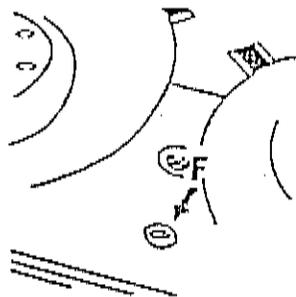

Bild 13
Mähbalken (Bild 13 und 14)
Die Öleinfüllschraube (F) für den Mähbalken sitzt zwischen den mittleren Mähscheiben (Bild 13).